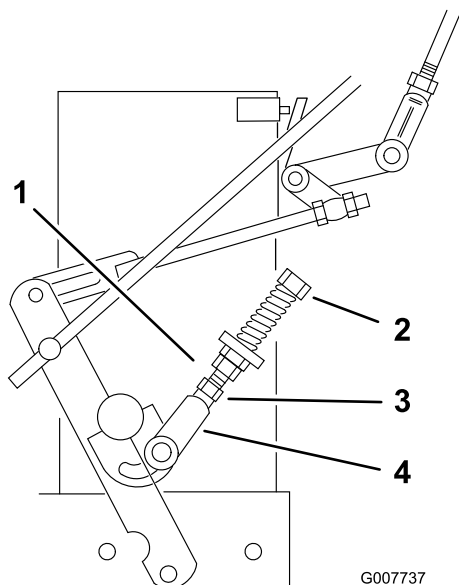

Figure 34
9. Si la roue tourne pendant que vous maintenez le levier de déplacement à la position POINT MORT, il faut régler les tringleries de commande du point mort (Figure 34). Si la roue cesse de tourner, passez à l'opération 12.
10. Desserrez l'écrou contre la chape de la tringlerie de commande de point mort (Figure 34).
contre le ressort de point mort (position POINT MORT) (Figure 34).
12. Tournez le boulon de réglage de 1/4 de tour approximativement dans le sens horaire si la roue tourne en arrière ou de 1/4 de tour approximativement dans le sens antihoraire si la roue tourne en arrière (Figure 34).